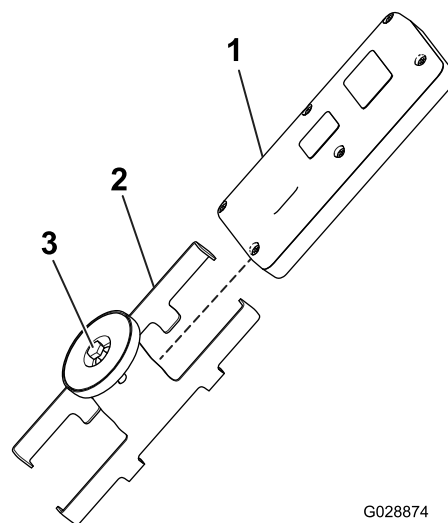

Figura 14
5. Instale o comando remoto no suporte magnético remoto, una as metades para prender o comando e aperte o parafuso no íman (Figura 14).